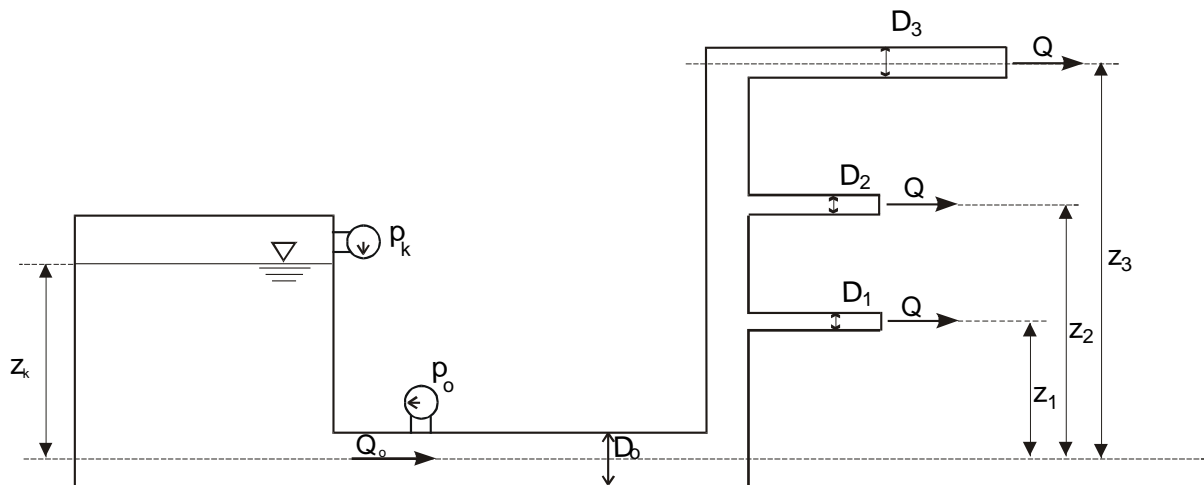

Fig. 1: Tubulações de um sistema de irrigação
5. De um grande tanque de pressão de água ($z_k = 2 \text{ m}$) sai uma tubulação geral com diâmetro $D_0 = 0,5 \text{ m}$ que alimenta 3 tubulações com água quais aberturas se encontram nas cotas $z_1 = 1 \text{ m}$, $z_2 = 10 \text{ m}$ e $z_3 = 25 \text{ m}$. No tanque de pressão tem a pressão Grupo 1: $p_{k1} = 350 \text{ kPa}$, Grupo 2: $p_{k2} = 250 \text{ kPa}$, Grupo 3: $p_{k3} = 200 \text{ kPa}$, Grupo 4: $p_{k4} = 150 \text{ kPa}$ e no tubo geral a pressão $p_0 = 100 \text{ kPa}$ (Fig. 1). O escoamento pode ser considerado sem atrito.
- c. Desenha a linha piezométrica e linha de energia qualitativamente na Fig. 1 para cada tubulação e o tanque.